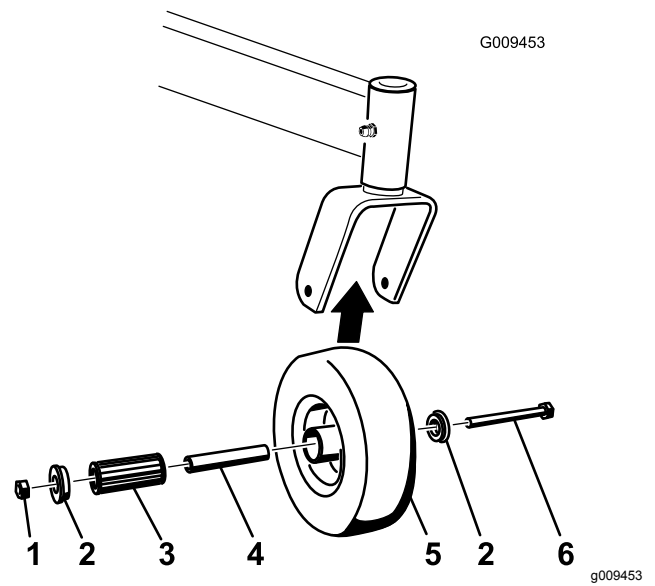

Figure 57
1. Enlevez le contre-écrou et le boulon de fixation de la roue pivotante à la chape (Figure 57).
2. Enlevez une bague, puis sortez la douille pour clé et le roulement à rouleaux du moyeu de roue (Figure 57).
3. Enlevez l'autre bague du moyeu, puis nettoyez la graisse et les saletés éventuellement présentes dans le moyeu (Figure 57).
**Remarque:** Remplacez les pièces endommagées ou usées (Figure 57).
5. Placez une bague dans le moyeu de roue (Figure 57).
6. Lubrifiez le roulement à rouleaux et la douille pour clé, et insérez-les dans le moyeu (Figure 57).
7. Mettez la deuxième bague dans le moyeu (Figure 57).
8. Montez la roue pivotante dans la chape à l'aide du boulon et du contre-écrou (Figure 57).
9. Serrez le contre-écrou jusqu'à ce que la base de la douille pour clé soit en appui contre l'intérieur de la chape (Figure 57).